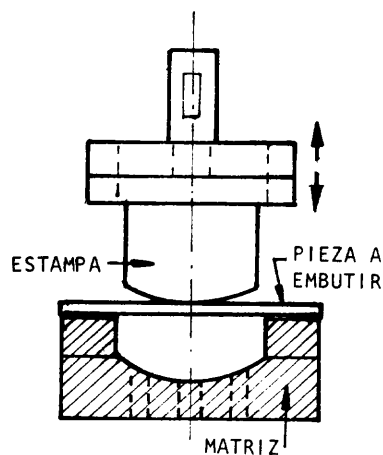

Fig. 2
- ___ b Haga descender la estampa hasta que toque la superficie del disco a embutir (fig.2).